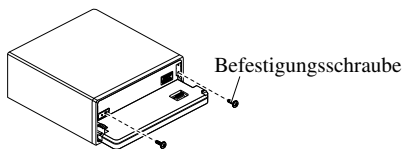

Abb. 15
4. Sichern Sie die Frontplatte mit den Befestigungsschrauben am Gerät. (Abb. 15)